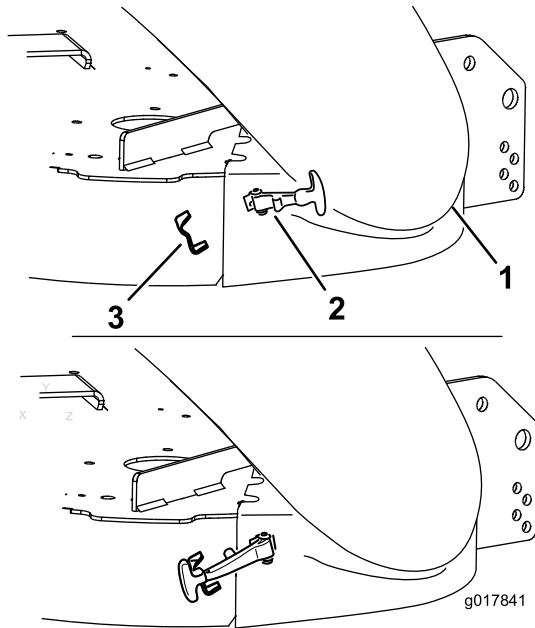

Figure 22
5. Accrochez le verrou flexible de l'éjecteur à l'attache soudée sur le tablier de coupe, à l'arrière de l'ouverture (Figure 22).